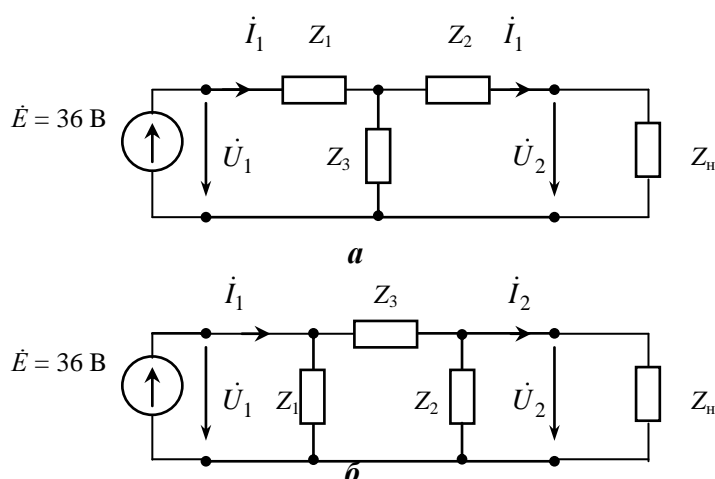

Рис.4. Исследуемые схемы четырехполюсника: а - Т-образная; б - П-образная
2. Рассчитать A -параметры, используя сопротивления эквивалентной Т-образной схемы замещения (рис.4).